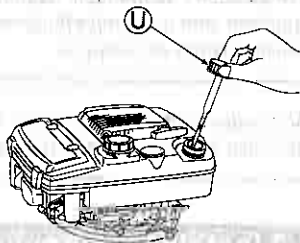

Fig. 8.
1 Remova a tampa do tanque de óleo (U), puxe o indicador e volte a inseri-lo sem rosquear. (Veja a fig. 8.)